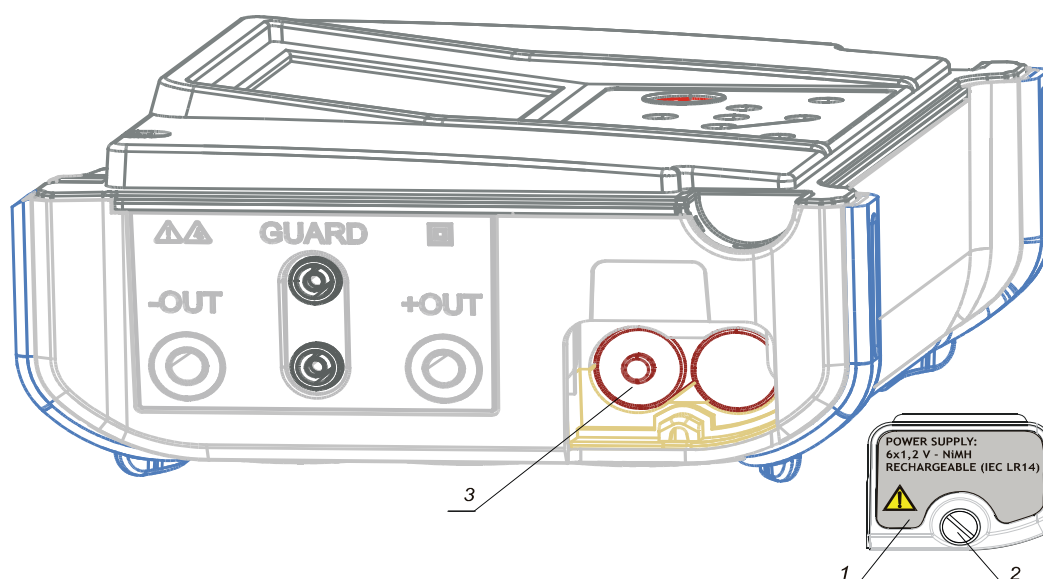

Bild 32. Korrekte Polung der eingesetzten Batterien
Die Batteriezellen befinden sich im unteren Teil des Gerätegehäuses unter der Batterieabdeckung (siehe **Bild 32**). Beim erstmaligen Einsetzen der Batterien beachten Sie bitte Folgendes:
- ♦ **Setzen Sie die Batterien korrekt ein (siehe **Bild 32**), sonst funktioniert das Prüfgerät nicht!**
Die Batteriezellen sind im unteren Teil des Gerätegehäuses unter der Batterieabdeckung untergebracht (siehe **Bild 32**). Falls die Batterien defekt werden, beachten Sie bitte Folgendes:
- ♦ Setzen Sie die Batterien korrekt ein (siehe **Bild 32**), sonst funktioniert das Prüfgerät nicht, und die Batterien können sich entladen!
Die Versorgungs-Nennspannung beträgt 7,2 V Gleichspannung. Verwenden Sie sechs NiMH-Zellen einer Größe, die IEC LR14 entspricht (Maße: Durchmesser = 26 mm, Höhe = 46 mm). Korrekte Polung der Batterien: siehe folgendes **Bild 32**.